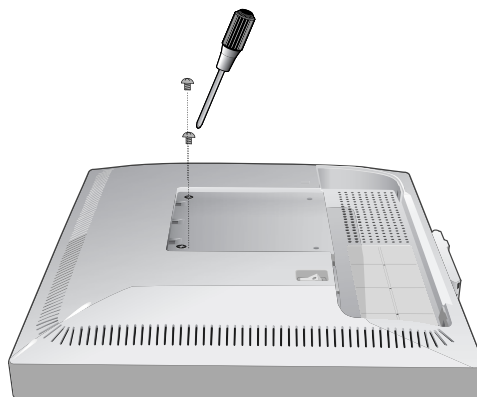

Figura M.5
6. Retire los dos tornillos de la parte superior del monitor (**figura M.5**). El monitor ya está preparado.